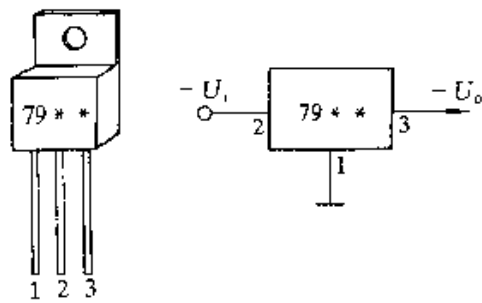

图 2-315
(2) 7900 系列集成稳压器
7900 系列集成稳压器是常用的固定负输出电压的三端集成稳压器,其常见外形及电路符号见图 2-315。7900 系列集成稳压器的三个引脚:①脚为接地端,②脚为输入端,③脚为输出端。